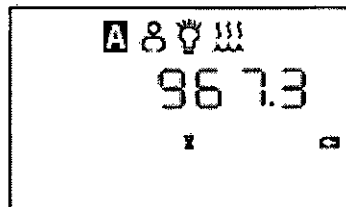

Figura 6-4 Pantalla de En espera (Standby)
d. La siguiente pantalla que aparece es la pantalla de En espera (Standby), que se muestra en la figura 6-4. Esta pantalla indica que la unidad está en espera (Standby) (el ventilador está apagado).